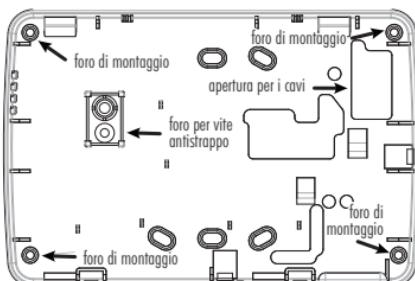

Figura 2 - Fissaggio del Fondo.
4. Fissare il fondo della tastiera alla parete usando i fori di fissaggio (vedere la Figura 2). Utilizzare tutte e 4 le viti fornite a meno che non si monti la tastiera su una scatola ad incasso. Utilizzare gli ancoraggi di plastica forniti se la tastiera deve essere montata su una parete in cartongesso. Se si usa il sistema antistrappo della tastiera, fissare il tassello antistrappo alla parete con una vite.